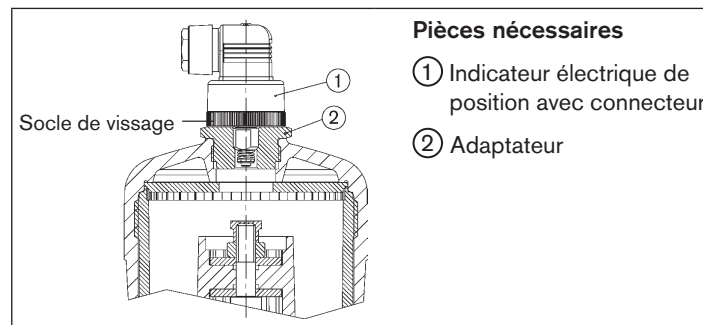

Fig. 10 : Taille d'actionneur 50, 63, 80 (Ø en mm)
- Visser l'adaptateur ② (voir « Fig. 10 ») à la place du capot transparent dans l'actionneur
- Visser l'indicateur électrique de position ① (voir Fig. 10:) dans l'adaptateur ②, en respectant l'indication figurant « REMARQUE ! » au chapitre « 10 », page 59.